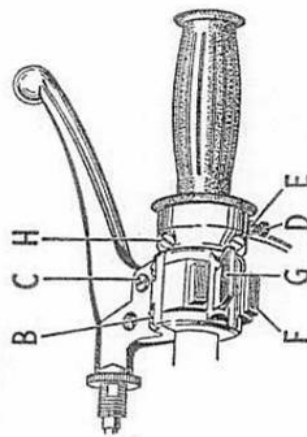

Fig. 2.
Poignée de commande. Montée sur la barre de guidon droite, cette poignée tournante commande l'ouverture du papillon des gaz et, par conséquent, la vitesse du moteur. Pour ouvrir les gaz (c'est-à-dire pour augmenter la vitesse du moteur), faire tourner la poignée de façon à ce que sa partie supérieure se déplace vers l'utilisateur. On peut éliminer l'excès de mou dans le câble au moyen d'un tendeur incorporé au câble. On peut faire varier la dreté de rotation de la poignée de commande tournante au moyen de la vis de réglage (D) Fig. 2, et du contre-écrou (E). Elle est réglée pour des critères de conduite moyens au départ de l'usine, mais peut être réajustée en fonction des préférences individuelles.
Frein avant. Le levier est monté sur la barre de guidon droite à l'avant de la commande des gaz et l'on peut régler sa position après avoir desserré les vis (B) Fig. 2. On règle le jeu du levier par rotation de la vis (C) après en avoir desserré le contre-écrou. Pour actionner le frein, saisir le levier doucement.